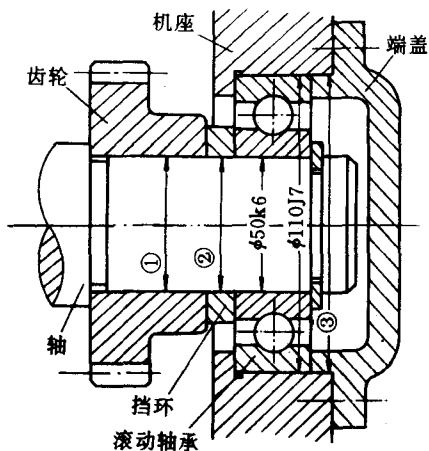

图 2.1
2.9 如图 2.1 所示,齿轮与轴用键联接,滚动轴承与轴和机座的配合分别采用 $\phi 50 \text{ k6}$ 和 $\phi 110 \text{ J7}$,试选择部位①、②和③的配合代号,并标注在图 2.1 上,回答选择理由。